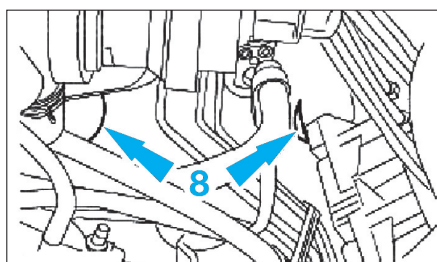

Fig. 53
- Déposer le boîtier de radiateur de chauffage (Fig.53).